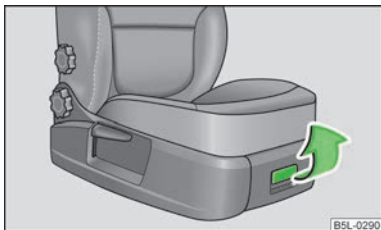

Fig. 78
- Pentru deschiderea clapetei, trageți de mâner » fig. 78.